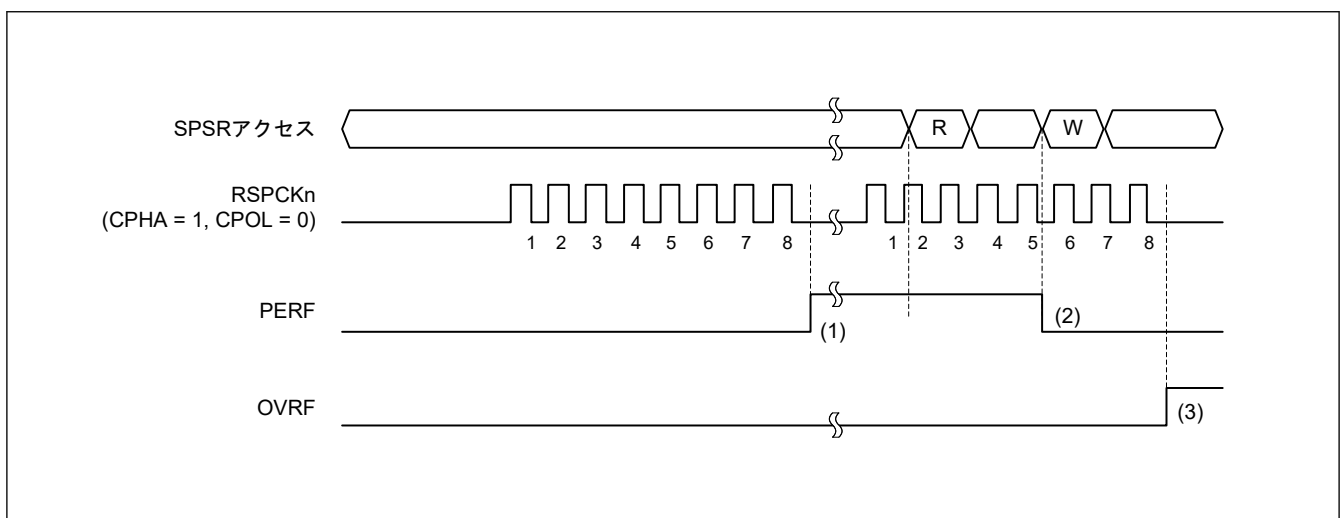

図 33.44 OVRF フラグおよび PERF フラグの動作例
図 33.44 に OVRF フラグと PERF フラグの動作例を示します。図 33.44 に記載の SPSR アクセスは、SPSR レジスタへのアクセス条件を示します。W は書き込みサイクル、R は読み出しサイクルを示します。この例では、SPCR2.SPPE ビットが 1 の状態で全二重シリアル通信を行います。SPCMDm.CPHA が 1、かつ SPCMDm.CPOL ビットが 0 の設定で、SPI は 8 ビットのシリアル転送を実行します。RSPCKn 波形の下に記載した数字は RSPCK サイクル数 (= 転送ビット数) を示しています。
以下に、図 33.44 の (1) ~ (3) に示したタイミングでのフラグの動作内容を説明します。